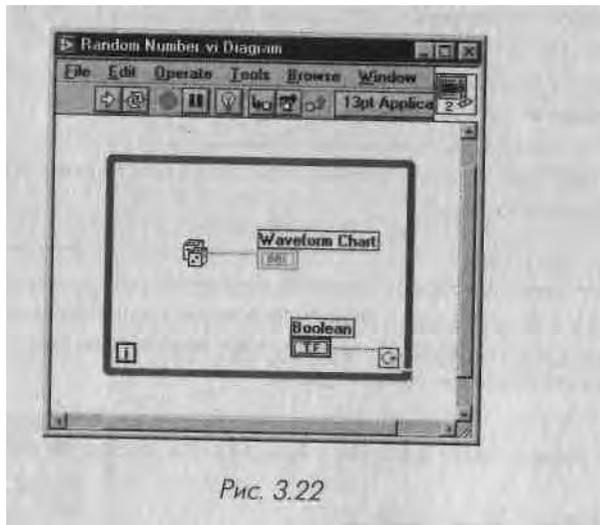

Рис. 3.22
8. Теперь выберите инструмент соединения («катушка») из палитры **Инструменты**. Щелкните мышью один раз на терминале **Случайное число (0-1)**, переместите курсор на терминал DBL и еще раз щелкните мышью (рис. 3.22). Теперь две иконки будут соединены сплошной оранжевой линией. Если вы сделали что-то неправильно, выделите проводник или его часть с помощью инструмента перемещения, затем нажмите клавишу <delete>, чтобы удалить его. Теперь соедините терминал **Boolean TF** с терминалом условия выхода из цикла. Цикл начнет выполняться, если переключатель на лицевой панели находится в состоянии ИСТИНА (положение «вверх»), и остановится, если переключатель перейдет в состояние ЛОЖЬ (положение «вниз»).